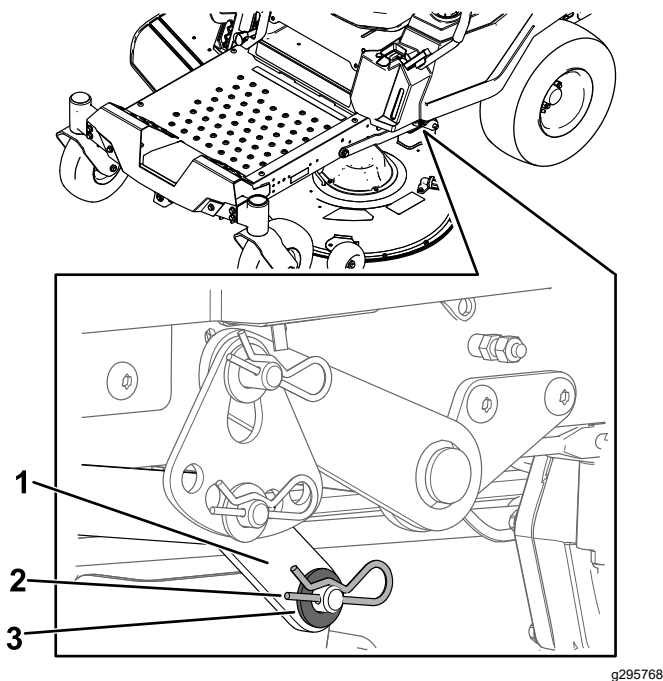

Figura 74
7. Su 1 lato della macchina, togliete la rondella e la coppiglia dal perno del piatto di taglio (Figura 74).
8. Togliete il braccio di sollevamento dal perno del piatto di taglio (Figura 74).
5. Su 1 lato della macchina, sollevate la parte posteriore del piatto di taglio e installate il braccio di sollevamento sul perno del piatto di taglio (Figura 74).
6. Installate il braccio di sollevamento utilizzando la rondella e la coppia (Figura 74).